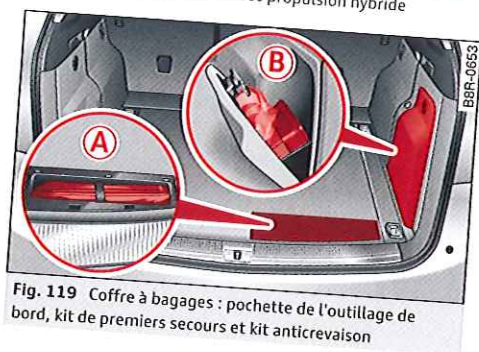

Fig. 119 Coffre à bagages : pochette de l'outillage de bord, kit de premiers secours et kit anticrevaison
L'outillage de bord se trouve sous un cache, dans le plancher de chargement ⇒ fig. 119 (A). Le kit de premiers secours et le kit anticrevaison (Tire Mobility System) sont logés dans le casier de rangement situé dans le revêtement latéral droit (B). Informations complémentaires concernant l'outillage de bord ⇒ page 223 et le kit anticrevaison ⇒ page 223.